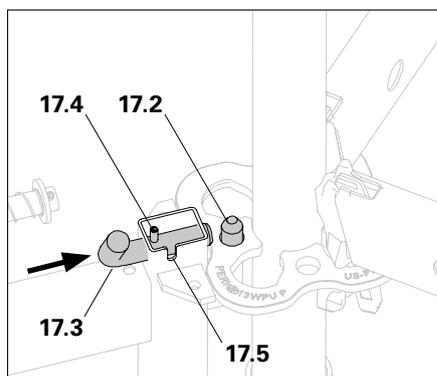

Fig. B1.04a
2. Insertar la palanca de seguridad (17.3) y girarla. El pasador elástico (17.4) debe encajar en la ranura (17.5). (Fig. B1.04a - B1.04b)